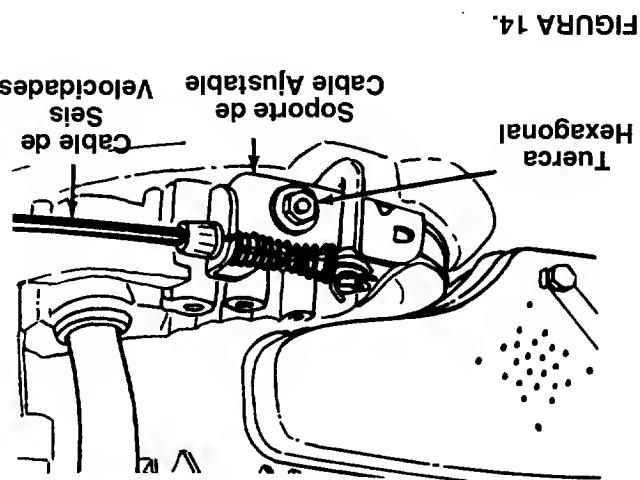

FIGURA 14.
- Suelte la tuerca que fija el soporte del cable ajustable que se encuentra en el lado izquierdo del motor. Vea la figura 14.
- Coloque la palanca de cambio en la posición de alta velocidad (6).
- Suelte la tuerca que fija el soporte del cable ajustable que se encuentra en el lado derecho del motor. Vea la figura 14.